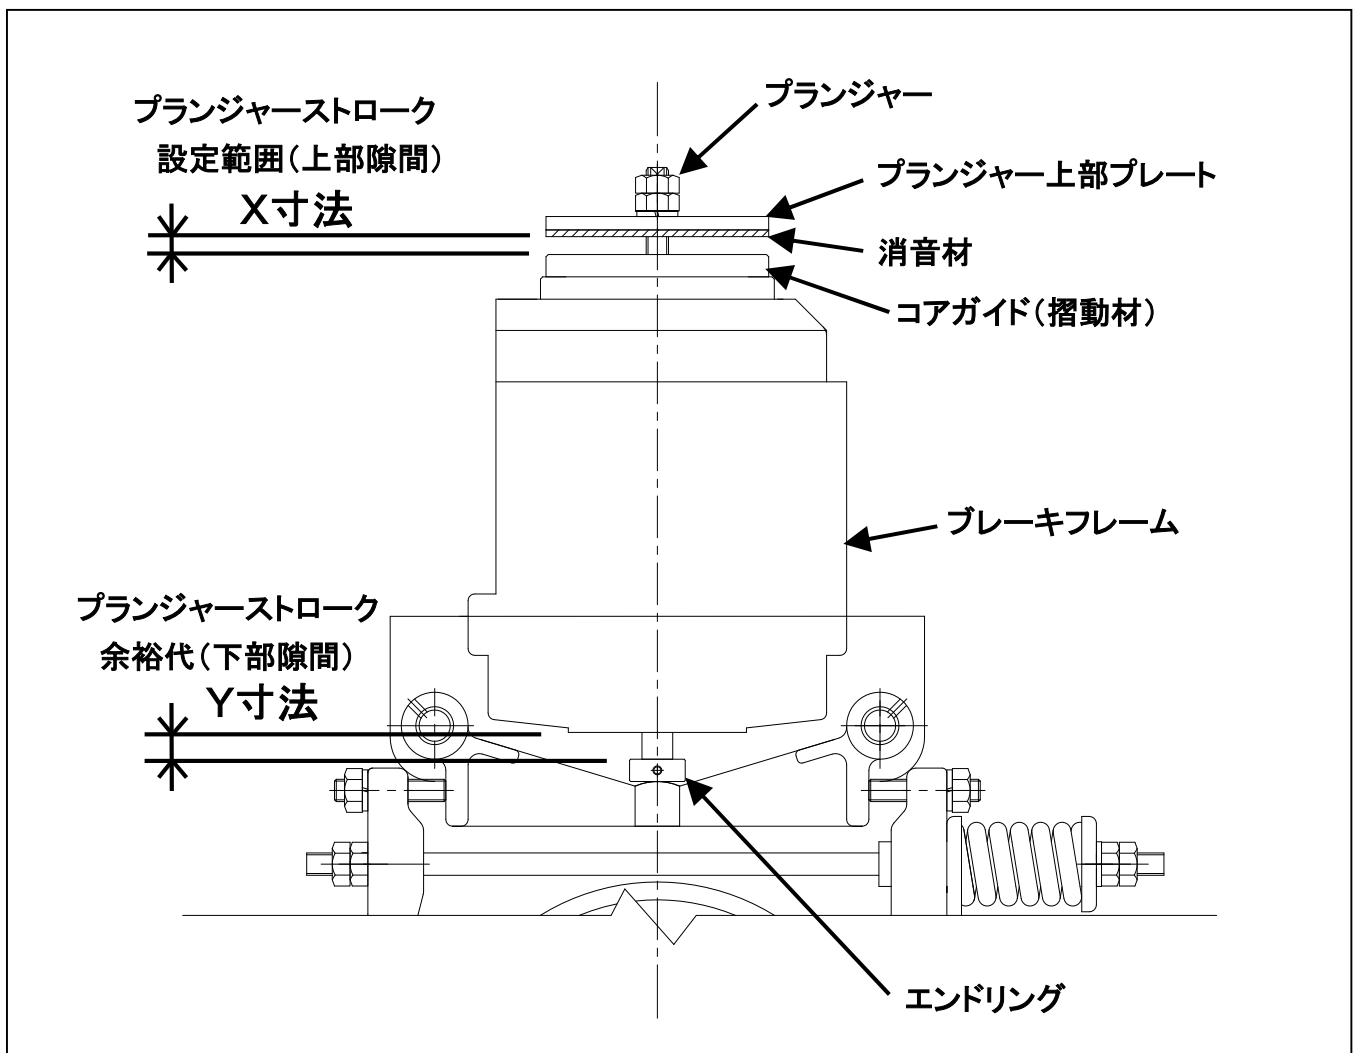

図 3-1
- ・Y寸法の位置は、本資料9ページの図3-1にて確認してください。
(プランジャーストロークX寸法の位置は、本資料9ページの図3-1にて確認してください。)